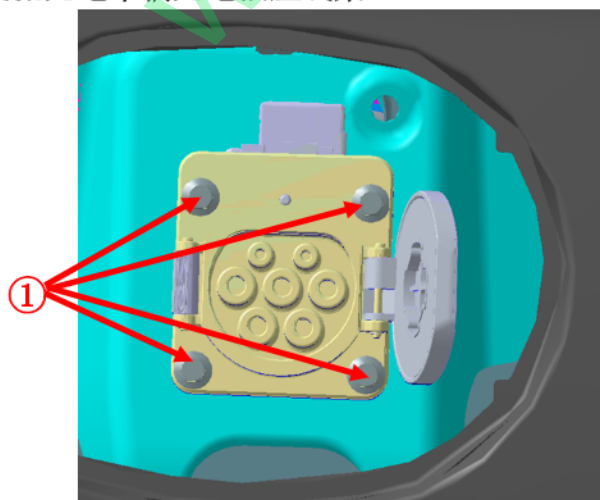

图 29
步骤 1：卸下后行李箱右后内饰板，拆掉电池管理器，拆铰链护板；断开交流输出接插件(与车载充电器对接的接插件)，用棘轮将固定充电口座的 M6×20 六角法兰面承面带齿螺栓(如图 29 所示序号①)拧下，并将充电口上的电锁取下，然后将充电座沿车身钣金向车内退出；
步骤 1：将充电座穿过车身钣金孔拉出，并按图 29 位置摆放，保证充电座上的 4 个通孔与车身孔对正(盖子打开方向向右)，然后按对角顺序交替均匀地拧紧序号①螺栓，逐次打力矩，确保拧紧力矩符合要求；